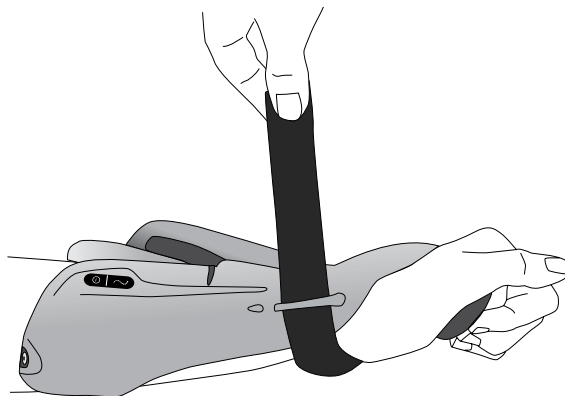

Figure 6-9 : Sécurisation de la sangle de serrage
2. Amenez la sangle de serrage sous le poignet et passez-la dans la barre de fixation. Reportez-vous à la Figure 6-9.